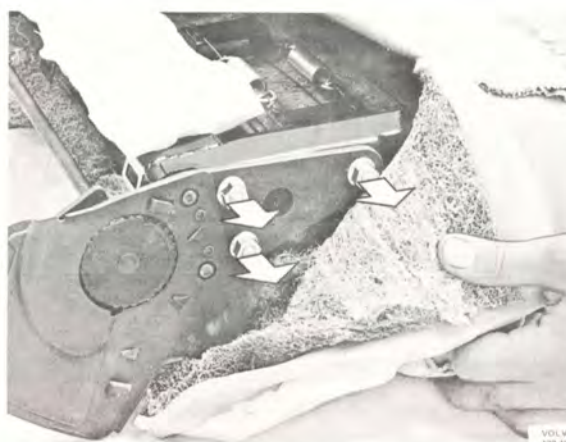

Bild 8-42. Demontering av fällbeslag
- B. Vik ned stoppningen, demontera skruvarna och ta bort beslagen, bild 8-42.